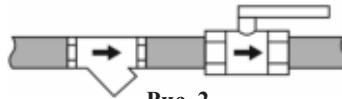

Рис. 2
- 1) На горизонтальном трубопроводе фильтры устанавливайте горизонтально, при этом ответвление с фильтрующей частью должно быть направлено вниз. Важно, чтобы рабочая среда текла по фильтру в соответствии со стрелкой, указывающей направление потока (рис. 2). 2) Установка в вертикальном положении (условно допустимое положение фильтра) возможна только при направлении потока сверху вниз. Существенный минус – фильтр придется чистить намного чаще. 3) и 4) Строго не рекомендуемые пространственные ориентации фильтра при установке.